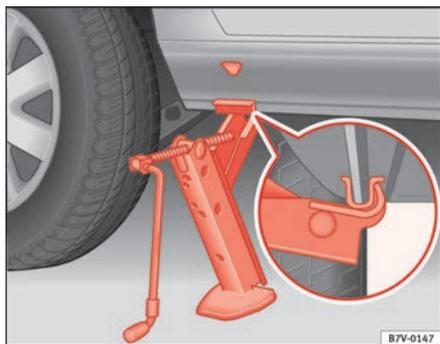

Fig. 161 Posizione del cric sul lato posteriore destro
4. Raddrizzare il martinetto e contemporaneamente far salire la staffa in modo che essa entri in contatto con il rinforzo verticale ⇒ fig. 161 (freccia) che si trova sotto al veicolo ⇒ .
- **La staffa del cric deve far presa sul rinforzo verticale della longarina inferiore in modo che il cric non possa scivolare via quando si solleva il veicolo ⇒ pag. 255, fig. 161.**